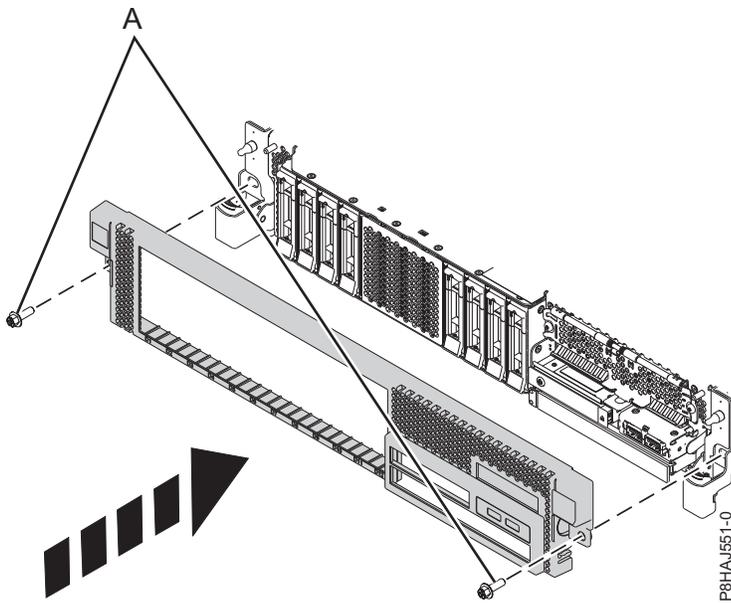

Abbildung 34. Vordere Abdeckung installieren
3. Verriegeln Sie die Entriegelungshebel in die in Abb. 34 auf Seite 50 dargestellte Richtung. Die Abdeckung schnappt ein und weist eine Vertiefung auf, an der Sie sie leichter festhalten können.
4. Bringen Sie die Transportschrauben (A) wieder an.